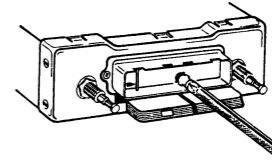

Fig. 45
5. Gewebeschlauch (6 mm Ø) auf Skalenlampe schieben und mit leichtem Druck und Drehen nach links Skalenlampe herausnehmen, Fig. 45.
6. Neue Skalenlampe in Schlauch stecken und nach Fig. 45 mit leichtem Druck und Drehen nach rechts einsetzen.
5. Push isolation sleeve (1/4") on dial lamp and pull out dial lamp with light pressure turning to the left, Fig. 45.
6. Hook new dial lamp on sleeve and insert with light pressure turning to the right, Fig. 45.